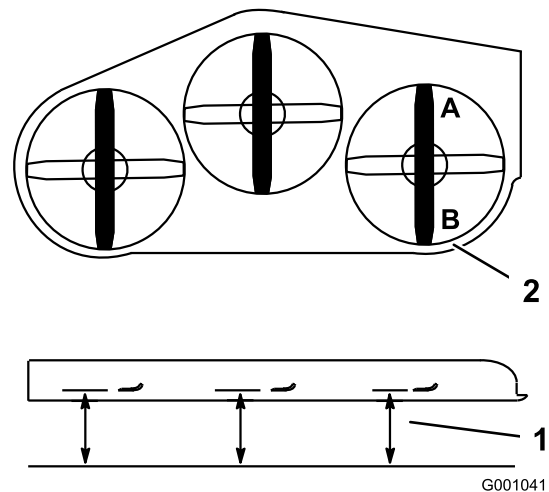

**Figura 56**
- Si las medidas realizadas en las posiciones **B** o **C** no son correctas, afloje el perno que fija la cadena trasera al brazo de soporte trasero (Figura 56).
- Afloje la contratuerca situada debajo del brazo de soporte trasero y ajuste el perno de ajuste hasta obtener una medida de 79 a 82 mm (Figura 56).
- Afije las contratuercas de pivote delantero, en la parte delantera de los pivotes derecho e izquierdo, aproximadamente 13 mm (1/2 pulg.) (Figura 56).
- Ajuste las tuercas de elevación en el lado izquierdo y derecho de la máquina hasta obtener una distancia de 6 a 10 mm (1/4 a 3/8 pulg.) menos en la parte delantera en **A** que en la parte trasera, en **B** (Figura 56).